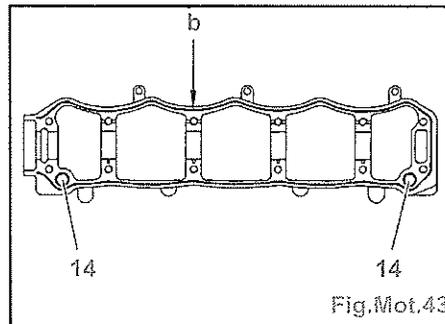

Fig.Mot.43
- Vérifier la présence des goupilles (14) (Fig.Mot.43).